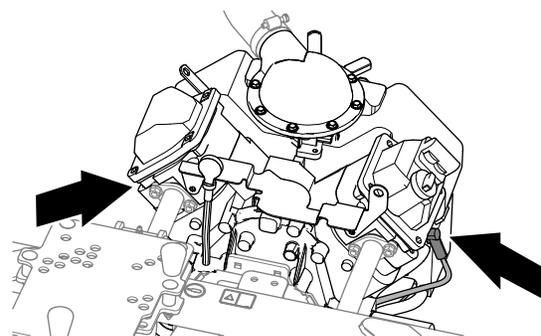

図 82
4. **図 82**のように点火プラグコード2本を取り外す。